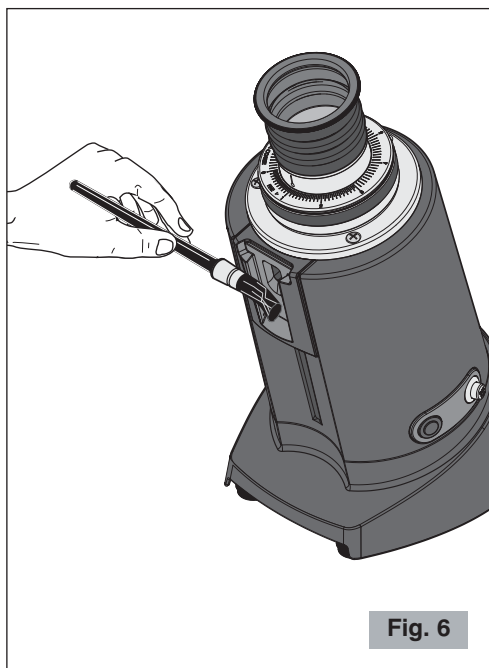

Fig. 6
- Utilizar el pincel suministrado (12 Fig. 2) para limpiar las zonas más escondidas en su interno (véase Fig. 6).